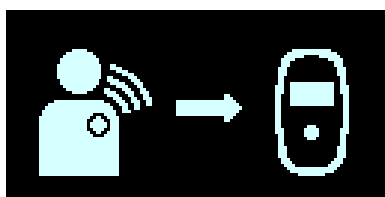

Figura 81: Schermata di download dei dati IPG
4. Il processo di ricarica inizia con la visualizzazione delle schermate di download dei dati IPG e di successo del download dei dati IPG. **Vedere Figura 81 e 82.**